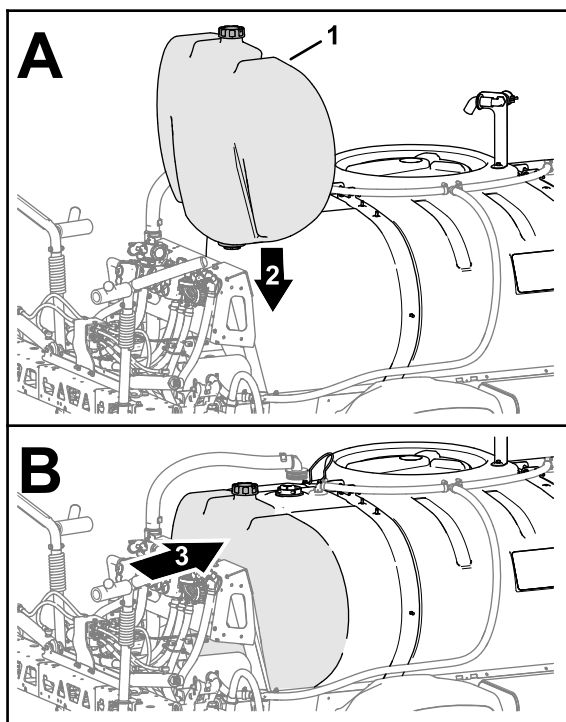

图 12
4. 如果您的机器安装有可选冲洗水箱套件应如图 12 所示将水箱与机器对齐。